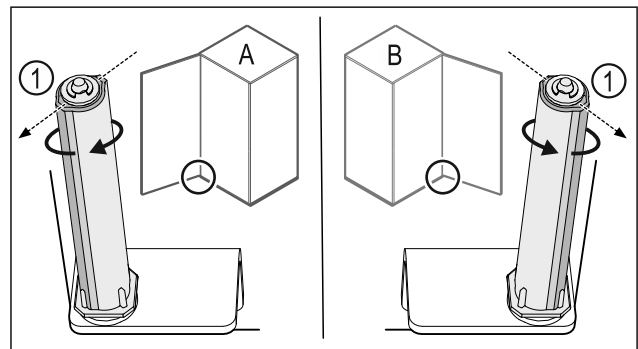

Fig. 40 Levý doraz (A) / pravý doraz (B)
- ▶ Otáčejte uzavíracím systémem proti odporu, dokud nebude lamela uzavíracího systému Fig. 40 (1) ukazovat směrem ven.